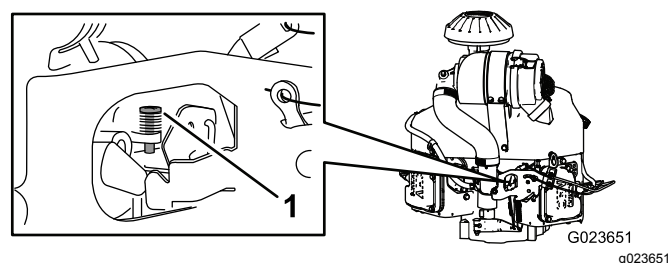

Рисунок 68
- Отрегулируйте упорный винт на карбюраторе (Рисунок 68) так, чтобы малая частота